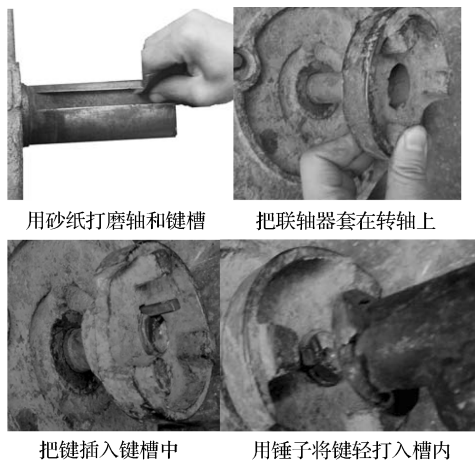

图 2-21 安装联轴器
1) 如图 2-21 所示，先用砂纸将电动机轴和键槽打磨光滑，对准键槽把带轮或联轴器套在电动机转轴上，调整带轮和转轴之间的键槽位置，用锤子将键轻轻敲入槽内。敲打时应注意用力方向要与轴中心相重合。
2) 同法按图 2-21 所示将另一半联轴器安装在电动机所驱动机械设备的轴上，然后将电动机移近连接处。